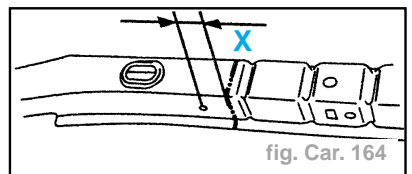

fig. Car. 164
- Tracer puis découper à l'aide d'une meule épaisseur **1 mm** (coupe définitive) (fig. Car. 164).